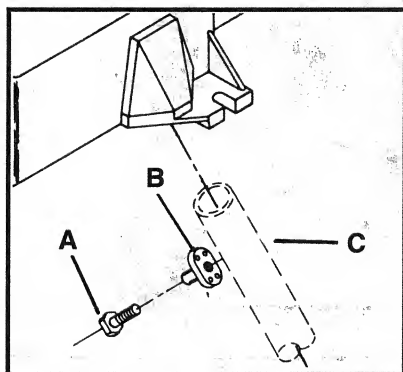

Fig. 5
Le banc doit être soit boulonné solidement sur un établi ou une table portable, soit muni de pieds pour assurer un fonctionnement en toute sécurité. L'embase est munie de trois pattes conçues pour recevoir des boulons de $\frac{1}{4}$ po de diamètre (non fournis). Ces pattes permettent d'ancrer le banc à un établi. Si on préfère, on peut fabriquer trois pieds d'environ 34 po de long à partir de tube standard de $\frac{3}{4}$ po. Le dessous de l'embase est muni de trois cavités pour recevoir ces pieds. Trois boulons de $\frac{1}{4}$ po – 20 x $\frac{3}{4}$ po de long (A) et des écrous en Té (B), Fig. 5, sont fournis pour bloquer les pieds comme suit :
1. A partir de l'intérieur de la cavité, faire passer le petit côté d'un écrou en Té (B), Fig. 5, par le trou pratiqué dans la paroi de la cavité.
2. Orienter l'écrou en Té (B), Fig. 5, de sorte que son grand côté s'emboîte dans le creux aménagé à l'intérieur de la cavité.
3. Visser le boulon (A), Fig. 5, dans l'écrou en Té (B) par l'extérieur de la cavité.
4. Emmancher le morceau de tube (C), Fig. 5, dans la cavité et serrer fermement le boulon.